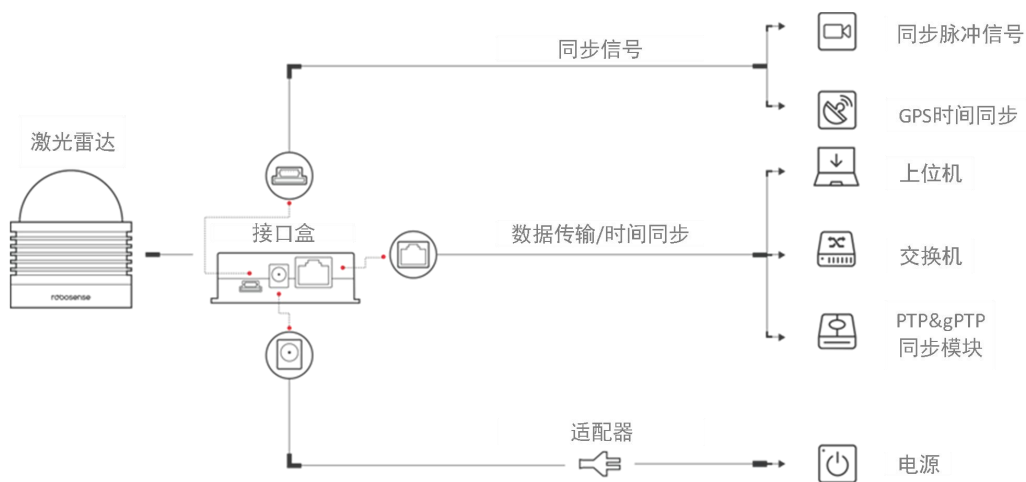

图 11 接口盒连接示意图
连接方式如图 11 所示。
- 1) 时间同步模块（PTP & gPTP、GPS 时间同步模块）非出厂标配产品，如需使用相关功能，请自行购买，按照图 11 方式连接即可。